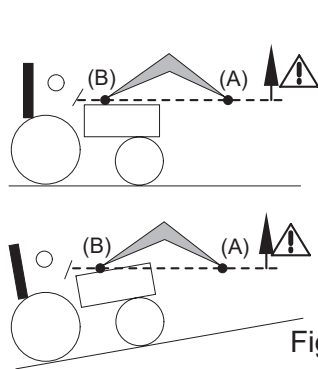

Fig. 2
- Lors de l'opération de levage et pendant le déplacement, ne pas quitter la charge des yeux à partir du moment où le point de pivot de l'outil (A) dépasse l'horizontale du point de pivot du chargeur (B) (voir fig. 2). Au besoin, corriger la position de l'outil pour que la charge ne soit jamais dirigée vers le conducteur (voir fig. 3).
⚠ DANGER : Si la charge n'est pas correctement sécurisée, l'opérateur est soumis à un danger de chute de la charge lorsque le point de pivot de l'outil (A) dépasse l'horizontale du point de pivot du chargeur (B) (voir fig. 2).
DANGER : Il est interdit de caver le chargeur lorsque le point de pivot de l'outil (A) dépasse l'horizontale du point de pivot du chargeur (B) (voir fig. 2).